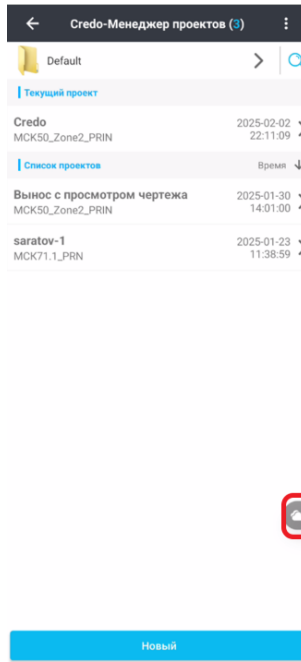

Рисунок 2.2.12
- Нажмите на изображение облака во вкладке **Проекты** (Рисунок 2.2.12).